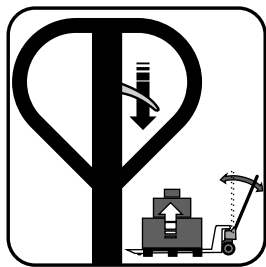

Fig. 6 – Elevando a carga
- Posicione a alavanca para baixo e movimento o cabo para elevar a carga (fig. 6).